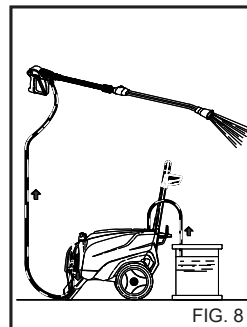

FIG. 8
Nach Benutzung eines Reinigungsmittels muß der Absaugzyklus mit sauberem Wasser nachgespült werden. (fig. 8).
- 1) Nach einem Waschvorgang mit Reinigungsmittel den Absaugzyklus nachspülen; das Absaugrohr (Fig.8) in einen Kanister mit sauberem Wasser stecken und die Pumpe bei völlig geöffnetem Dosierungs-hahn und bei Lanze in Reinigungsmittel-Abgabeposition eine Minute lang laufen lassen.
- 3) Den Druck aus dem Absaugschlauch ablassen, indem man auf den Hebel der Pistole drückt (Fig. 8).
4) Nach einem Waschvorgang mit Reinigungsmittel den Absaugzyklus nachspülen; das Absaugrohr (fig.8) in einen Kanister mit sauberem Wasser stecken und die Pumpe bei völlig geöffnetem Dosierungshahn und bei Lanze in Reinigungsmittel-Abgabeposition eine Minute lang laufen lassen.